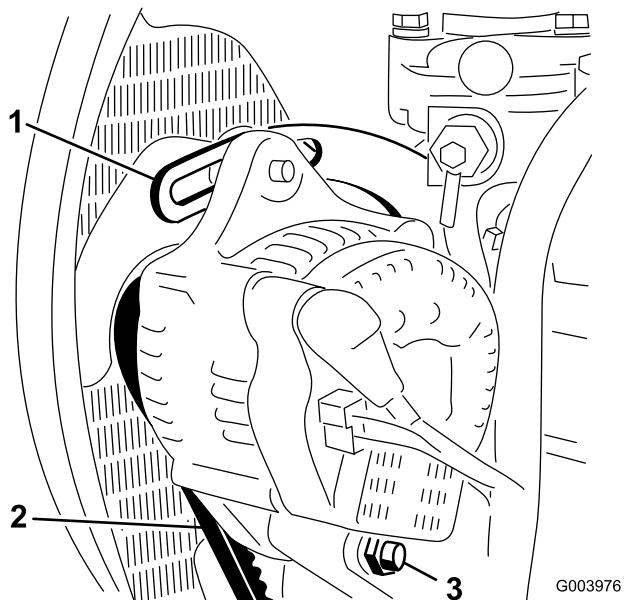

図 67
2. オルタネータ側ブーリとクランクシャフト側ブーリ間の中央部でオルタネータベルト(図 67)を指で10kg程度の力で押してベルトの張りを点検する。
3. ブレースをエンジンに固定しているボルト(図 67)と、オルタネータをブレースとピボットボルトに固定しているボルトをゆるめる。